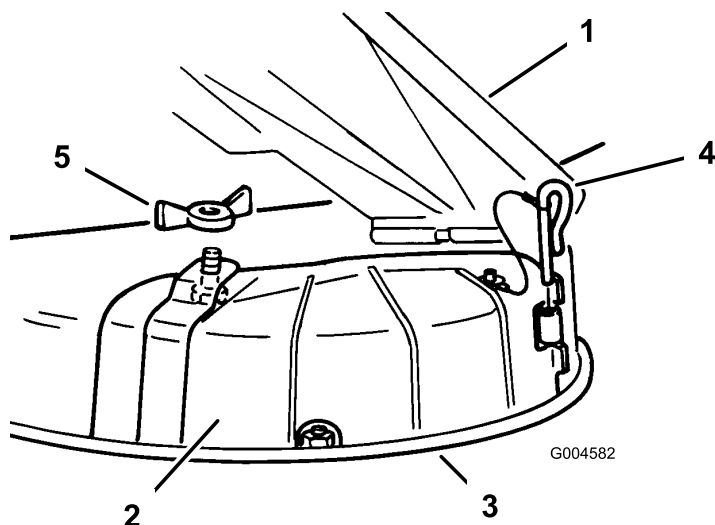

Figura 25
- Togliete il dado ad alette e il bullone di posizionamento del coperchio (Figura 25).
- Rimuovete il perno della cerniera che fissa il coperchio al piatto (Figura 25).
- Sollevate il deflettore di sfalcio, posizionate il coperchio di scarico sull'apertura del bordo inferiore dell'apparato di taglio ed inseritelo sulla parte anteriore della cerniera (Figura 25).
- Fate scorrere il perno di cerniera sulla cerniera (Figura 25).
- Fissate il coperchio di scarico al tosaerba con il dado ad alette (Figura 25).